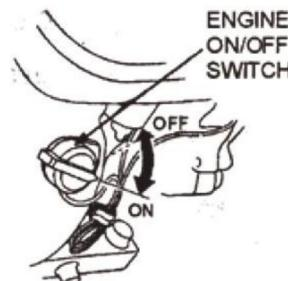

FIG.9
- 9.5 Coloque el interruptor de ENCENDIDO/APAGADO del motor (FIG. 9) en la posición "ON".